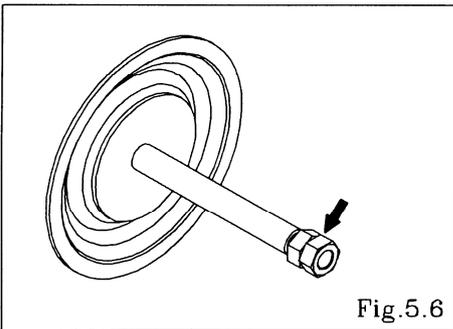

Fig.5.6
- 拆下带有双螺母的另一端的中盘 (外侧)，从中央连杆上取下隔膜和中盘 (内侧)。〈Fig.5.6〉